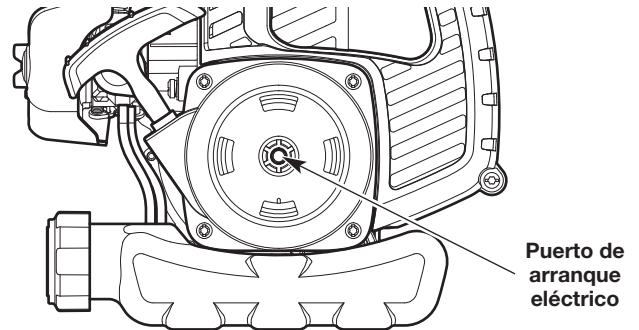

Fig. 10
4. Inserte el accesorio de arranque eléctrico dentro del orificio de arranque eléctrico (Fig. 10).